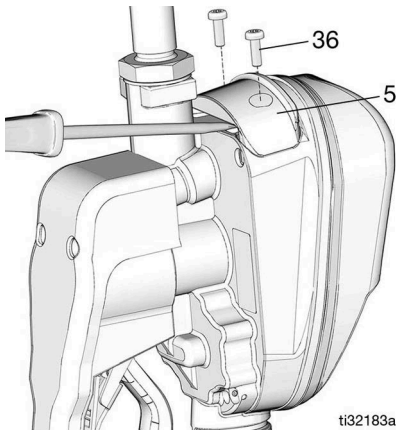

FIG. 38
1. Quite los tornillos (36) de la tapa del compartimento de las pilas (5) (FIG. 38).
2. Con un destornillador pequeño y plano, haga palanca suavemente para sacar la tapa del alojamiento de la válvula dispensadora con medidor, en la parte inferior de la tapa, cerca del accesorio de extensión (FIG. 38).